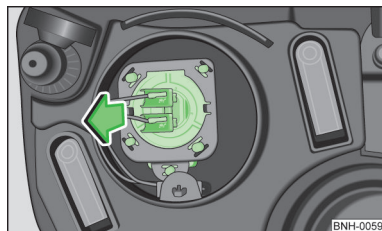

Fig. 150
- Extraer el conector con la bombilla con movimientos de vaivén en el sentido de la flecha » fig. 150.